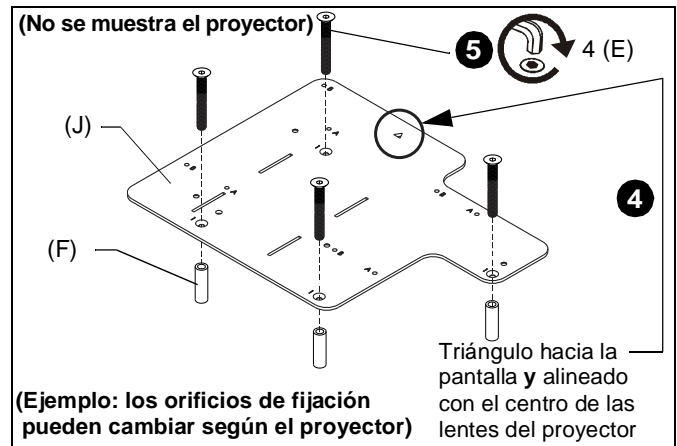
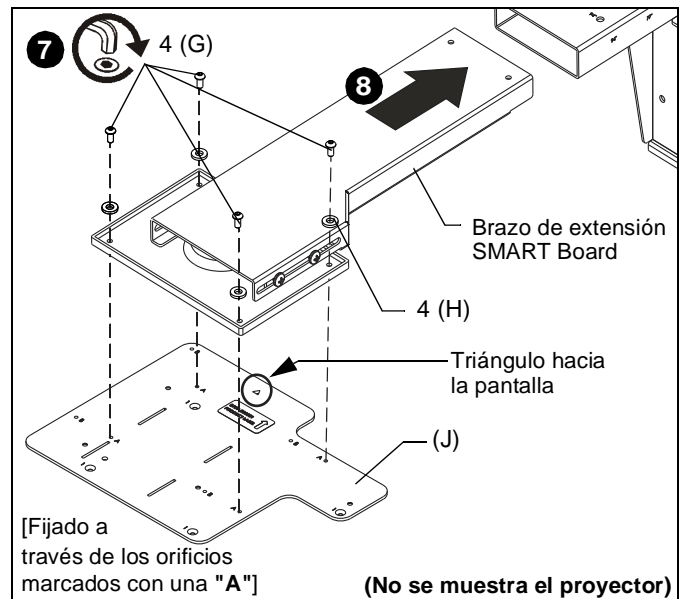

Figura 5
Figura 6
3. Coloque cuatro separadores (F) sobre los encastres enroscados en la parte inferior del proyector.
4. Coloque el soporte de acoplamiento (J) [con los orificios marcados con una "A" y una "B" de manera visible] en la parte inferior del proyector, alineando los orificios de montaje del soporte (marcados con un "1") con los separadores y los encastres enroscados de la parte inferior del proyector, asegurándose de que el triángulo del soporte apunte hacia la pantalla y esté alineado con el centro de las lentes del proyector. (Consulte la figura 5)
5. Coloque cuatro tornillos de cabeza plana hexagonal M4 x 35 mm (E) en los orificios de montaje marcados con un "1", a través de los separadores (F) y dentro de los encastres enroscados.
7. Fije el soporte de acoplamiento (J) con el proyector Epson al extremo del brazo de extensión SMART Board existente a través de los orificios de montaje marcados con una "A" utilizando cuatro tornillos de cabeza redonda M4 x 8 mm (G) y cuatro arandelas M4 (H). (Consulte la figura 6)
8. Deslice el brazo de extensión SMART Board en la ubicación correcta del soporte SMART Board según la extensión y el peso indicados en el modelo del proyector y el modelo del SMART Board, siguiendo la información de la Tabla 2. (Consulte la figura 6)